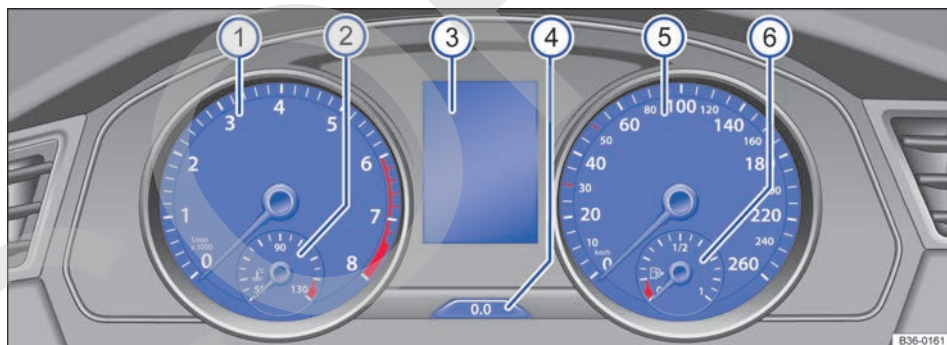
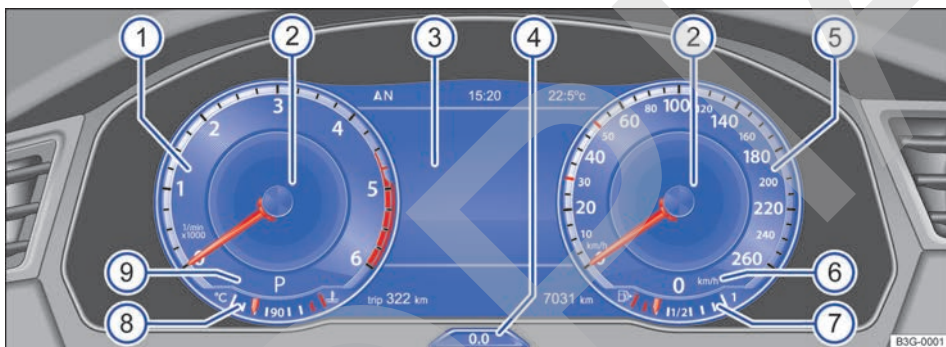

Fig. 55 Cuadro de instrumentos analógico en el tablero de instrumentos.
Fig. 56 Active Info Display en el tablero de instrumentos.
Explicaciones sobre los instrumentos → fig. 55:
Explicaciones sobre los instrumentos → fig. 56:
Mediante la opción de menú **Vistas** de la pantalla del cuadro de instrumentos → pág. 65 se puede elegir entre diferentes perfiles de información sobre temas específicos. En función del perfil de información seleccionado, el Active Info Display muestra información adicional en la parte central de los instrumentos circulares → fig. 56 ②. Se puede elegir entre los siguientes perfiles de información:
En la pantalla del cuadro de instrumentos → fig. 55  o → fig. 56  se puede mostrar diversa información en función del equipamiento del vehículo: